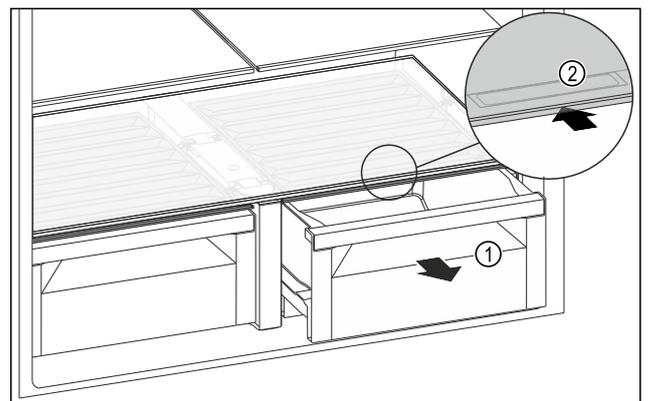

Fig. 99
- ▶ 拉出抽屉 Fig. 99 (1)。
- ▶ 抓住抽屉盖上的内嵌式拉手 Fig. 99 (2)，并同时向后推入抽屉盖。